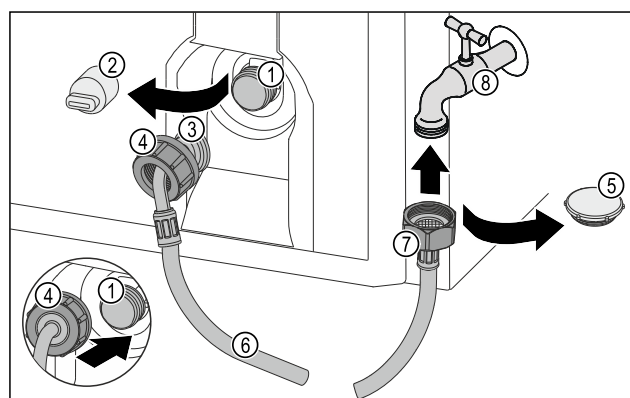

Fig. 22
- Retirer le capuchon de fermeture Fig. 22 (5).
- ▶ Placer l'extrémité de flexible droite Fig. 22 (7) sur le robinet d'eau Fig. 22 (8).
- ▶ Serrer l'écrou sur l'extrémité de flexible droite Fig. 22 (7) dans le sens des aiguilles d'une montre.